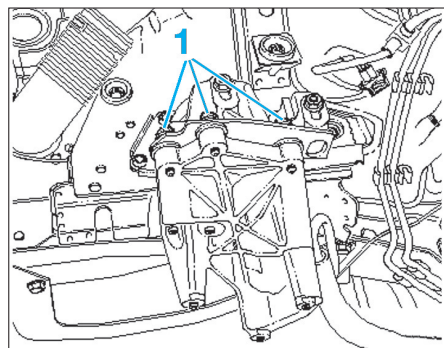

Fig. 48
- Dévisser de la fixation droite (1) de l'ensemble mécanique les vis de fixation (Fig.48).